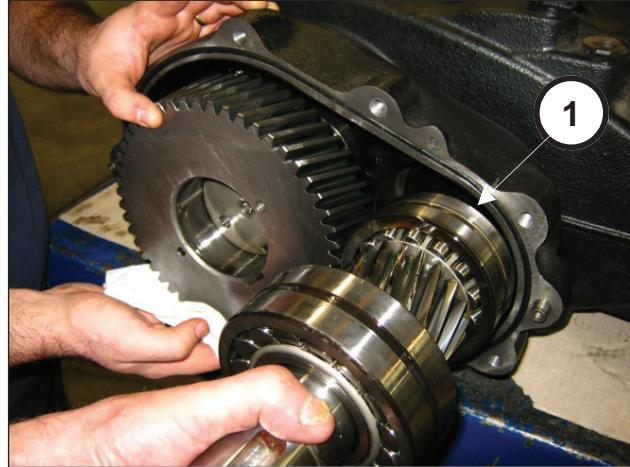

图13
在两个冲击锤上交替敲击，直到小齿轮组件完全拔出（部件号①，图13）。